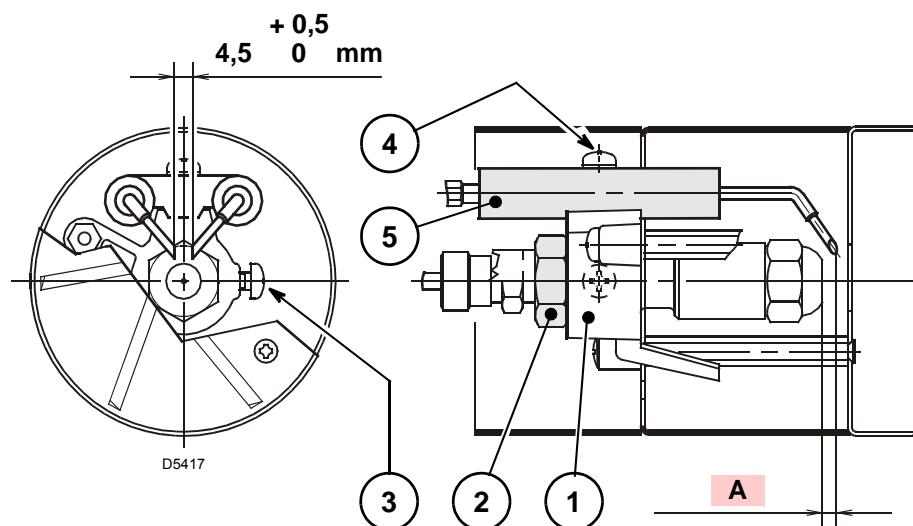

Fig. 15
Les mesures sur la Fig. 15 doivent être respectées.
- Appuyer le groupe accroche-flamme 1)(Fig. 15) sur le porte-gicleur 2) et bloquer avec la vis 3)(Fig. 15). Pour tout ajustement, desserrer la vis 4) et déplacer le groupe d'électrodes 5).
- Extraire les fils 1) des électrodes, desserrer la vis 3)(Fig. 15) et extraire le groupe accroche-flamme 6) du groupe porte-gicleur 5).